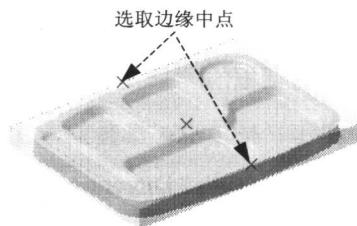

图 1.8 创建点 1 和点 2
(1) 创建如图 1.8 所示的点。在“创成式外观造型设计”工作台中选择下拉菜单